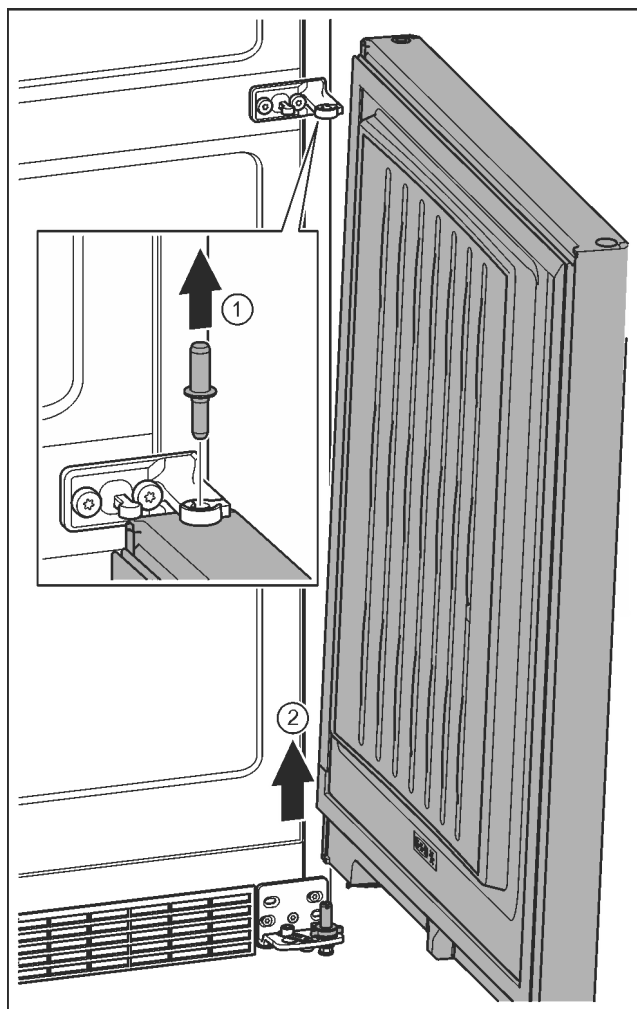

Fig. 11
- ▶ Čep vytáhněte nahoru. *Fig. 11 (1)*
- ▶ Dveře vysadíte, vytáhněte nahoru a odložte stranou. *Fig. 11 (2)*